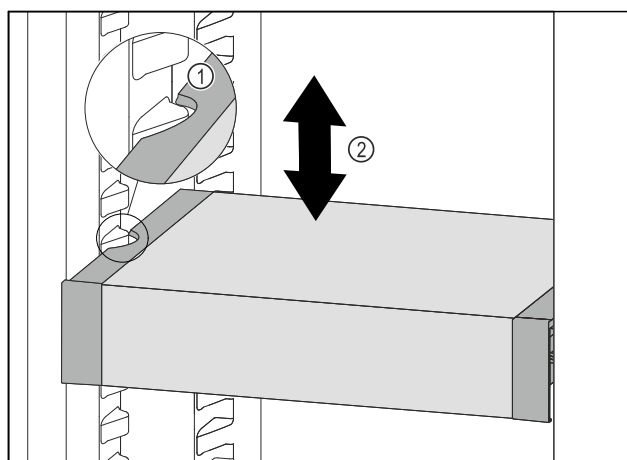

Fig. 137
- Træk VarioSafe fremefter, indtil udsparingerne i siden på VarioSafe er på niveau med beholderribben i kølesektionen. Fig. 137 (1)
- Flyt VarioSafe op eller ned i kølesektionen, indtil den ønskede højde er nået. Fig. 137 (2)